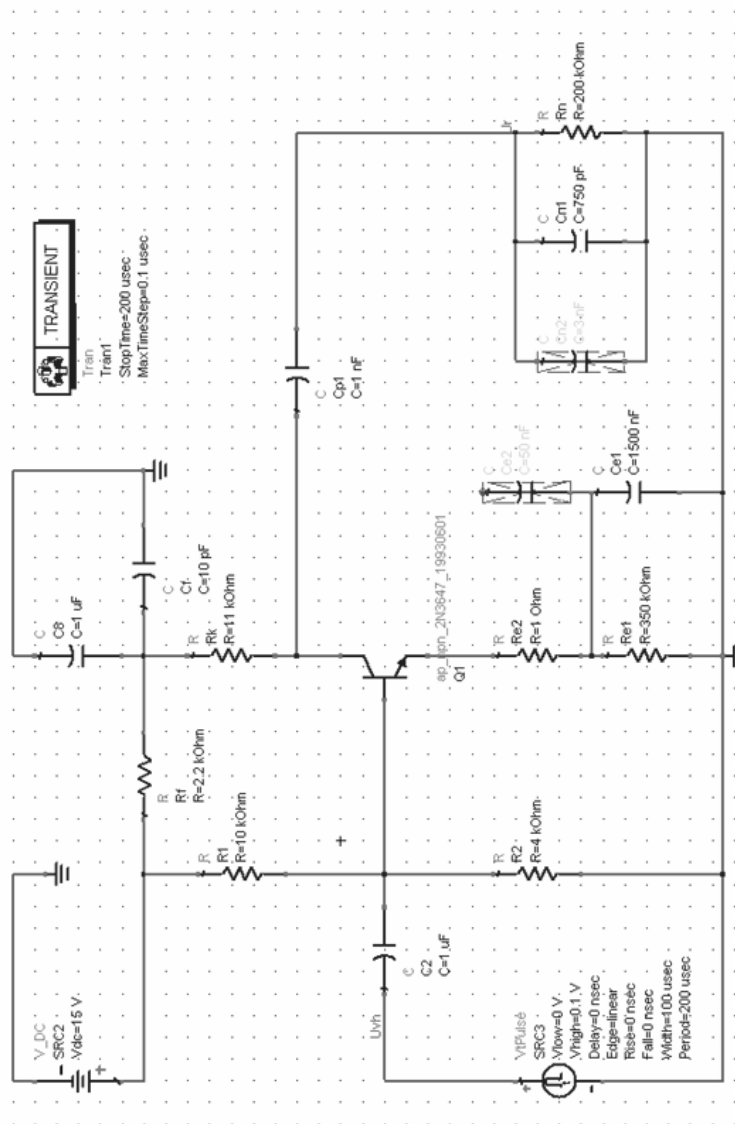

Рис. 4. Схема эксперимента 2
**Эксперимент 2.** Усилить отрицательную обратную связь, поставив параллельно емкости  $Ce1$  сопротивление  $Re1$ , сопротивление  $Re2$  становится последовательно включенным с  $RC$ -контуром (рис. 4).